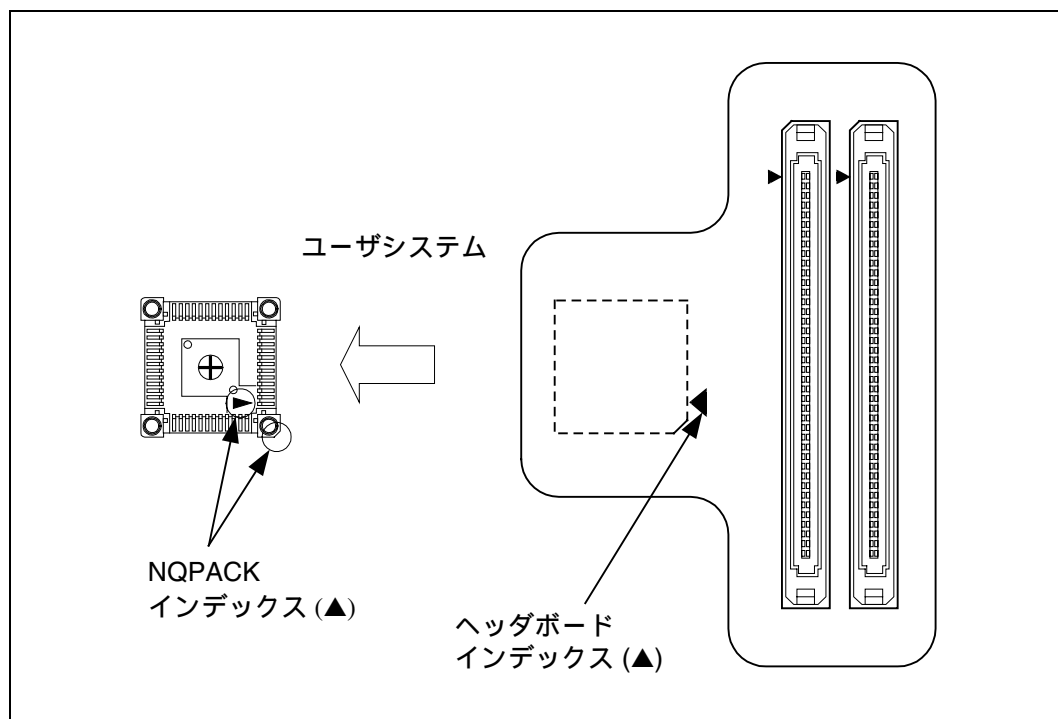

図 3 インデックス位置
1. ヘッダボードとユーザシステムを接続する場合には、ユーザシステム上に実装されている NQPACK のインデックス (▲) の示す 1 番ピンの位置と、ヘッダボード上のインデックス (▲) の位置を合わせて差し込みます (図 3 参照)。